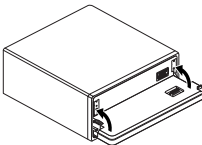

Fig. 13
3. Mueva los sujetadores en las posiciones verticales. (Fig. 13)